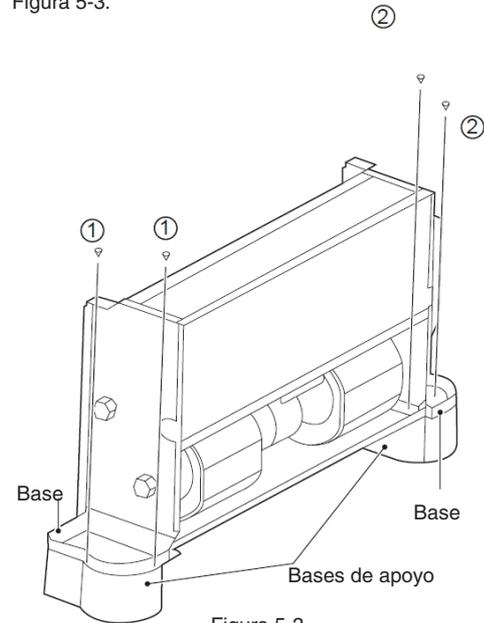

Figura 5-3
Las bases de apoyo que se muestran en la Figura 5-3 son opcionales. Puede comprarlas por separado e instalarlas como sigue:
①*2 y ②*2 para fijar la base de apoyo conforme a la Figura 5-3.